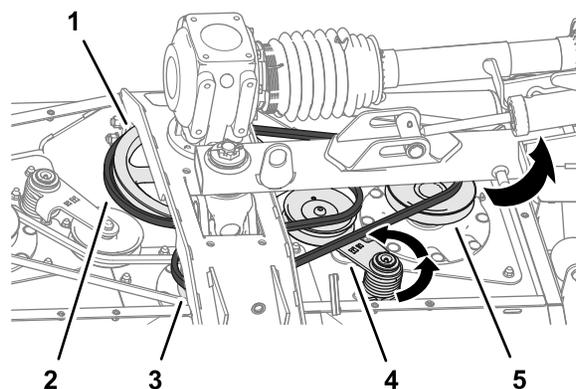

Figure 65
2. Au moyen d'une poignée articulée ou d'un outil similaire, faites tourner le tendeur de la grande courroie dans le sens antihoraire et déchaussez la courroie de la poulie de tendeur (Figure 65).
3. Déchaussez la grande courroie de la poulie d'entraînement, la poulie d'axe central et la poulie d'axe droit (Figure 65).